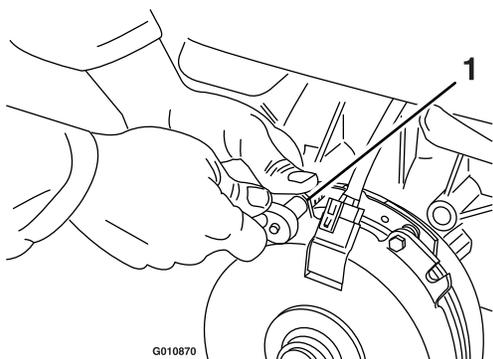

Рисунок 78
- A. Ослабьте оба монтажных болта тормоза на 1/2–1 полный оборот, как показано на Рисунок 78.